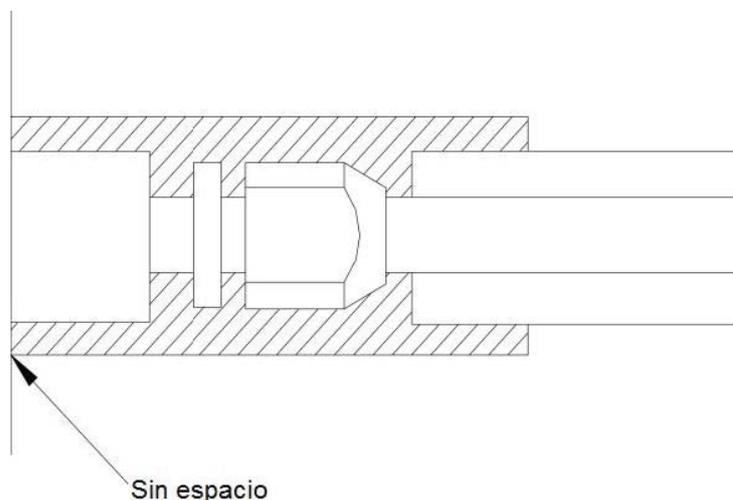

Fig.19
b. Las juntas de la unidad interior deben envolverse con el material aislante y no se permite espacio en la unión de la unidad interior, como se muestra en la Fig.19.